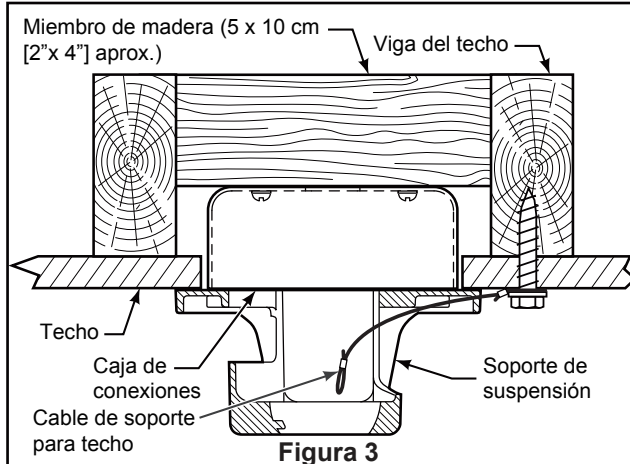

Figura 3
Uso del soporte (Figura 3)
3. Afloje los dos tornillos de fijación del soporte del barral de soporte para techo a través de la varilla. Introduzca los cables de color negro, blanco y azul y cable de seguridad a través de la varilla. (Figura 3)
1. Perfore un orificio de 1/4" en la estructura del edificio para evitar grietas con la instalación del tornillo de intervalo. Utilice el tornillo de intervalo de 3/8"x 2" y la arandela plana para fijar el cable de seguridad a la viga del techo o a la estructura de madera. Dicho tornillo pasará a través de arandela plana, la presilla del cable de seguridad y se fijará en la estructura del edificio. (Figura 3)
NOTA: el cable de soporte para techo no se puede asegurar solamente a la caja de conexiones; se debe asegurar directamente a la viga de techo o miembro estructural con el tornillo de cabeza cuadrada de 3/8"x2" y la arandela plana. (Figura 3)
- 5. Ajuste las aspas ensambladas y los soportes al buje del motor con los tornillos y las arandelas de seguridad suministrados. (Figura 3)